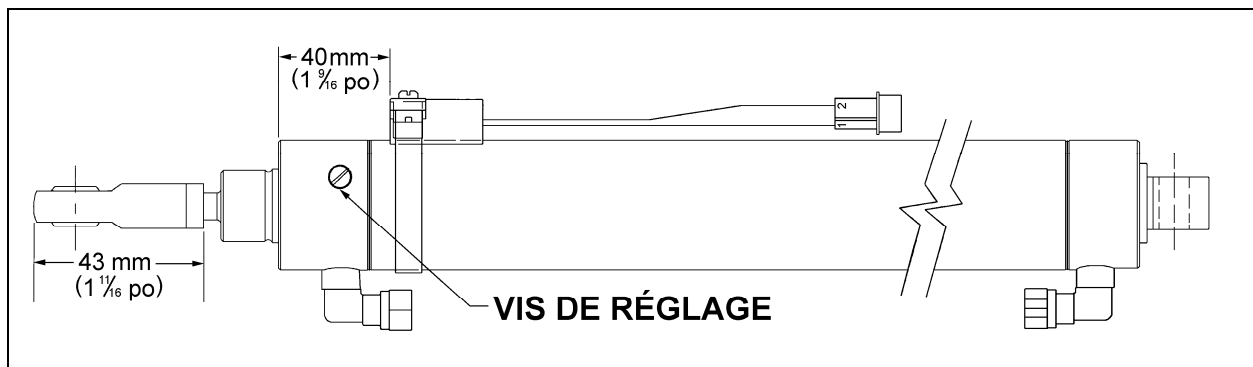

FIGURE 2 : ENSEMBLE DU CYLINDRE PNEUMATIQUE DE 2 POUCHES
3. Couper l'embout du nouveau cylindre (Prevost #285929) pour qu'il ait une longueur de 43 mm (1 11/16 po) hors tout (voir figure 2). Appliquer du «Loctite» bleu sur la partie filetée de la tige du cylindre avant de bien visser l'embout.
7. Raccorder les tuyauteries flexibles aux raccords. Brancher le connecteur électrique du cylindre au connecteur déjà installé puis fixer le fil à l'aide des attaches de nylon. S'assurer que le capteur de position est situé à 40 mm (1 9/16 po) de l'extrémité du cylindre et que la vis de réglage a été serrée à fond puis dévisser d'un quart de tour (voir figure 2).
10. Raccorder les tuyauteries flexibles aux raccords. Brancher le connecteur électrique du cylindre au connecteur déjà installé puis fixer le fil à l'aide des attaches de nylon (Prevost #504637). S'assurer que le capteur de position est situé à 40 mm (1 9/16 po) de l'extrémité du cylindre et que la vis de réglage a été serrée à fond puis dévisser d'un quart de tour (voir figure 2).